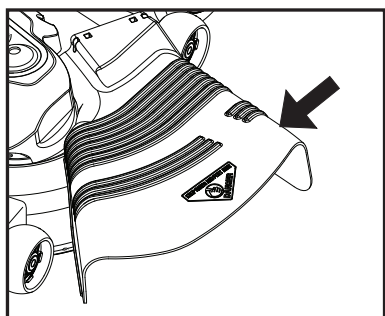

Fig. 12
**ATTENTION:** N'utilisez pas la tondeuse sans le déflecteur ou sans le ramasse-herbe s'il y a lieu (Voir La Fig. 12).